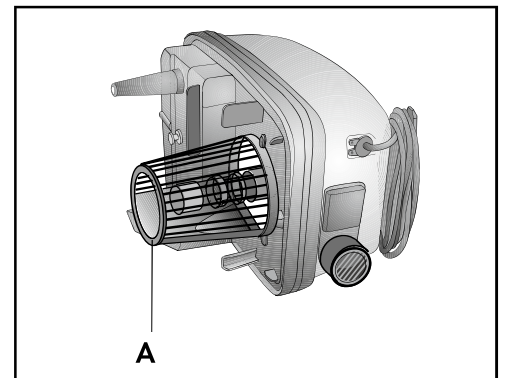

Fig. 21
- Svuotare il serbatoio di recupero (2).
- Attivare la funzione aspirazione con il tasto aspirazione (19) ed aspirare l'acqua con gli accessori precedentemente utilizzati per la pulizia.
- Svuotare il serbatoio di recupero (2) e ripetere l'operazione se necessario.
Ogni qualvolta si esegue la pulizia della parte inferiore dell'apparecchio, pulire il filtro (A) nella parte esterna da eventuali residui solidi (**Fig. 21**).